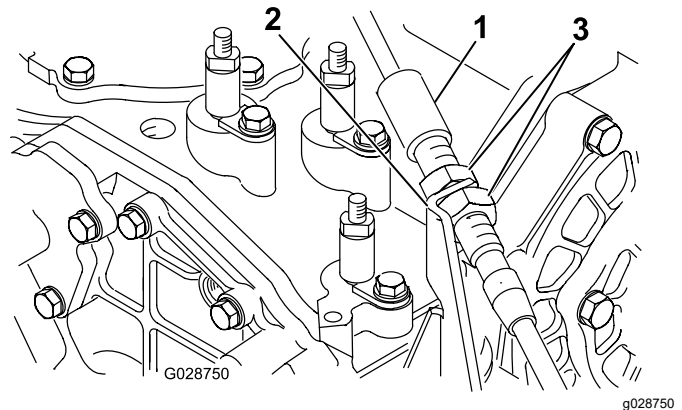

Bild 14
5. Stecken Sie das andere Ende des Zapfwellenhebelzugs durch die Öffnung an der rechten Seite des Bedienfelds und durch den Zughalter hinten am Bedienfeld (**Bild 14**).